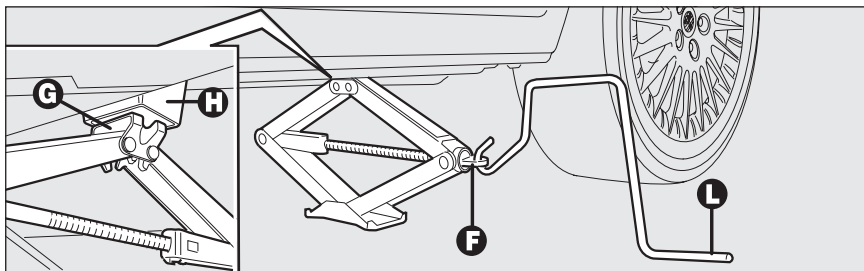

fig. 9
- azionare il dispositivo **F-fig. 9** in modo da distendere il cric, sin quando la parte superiore del cric **G** si inserisce correttamente all'interno del dispositivo di ritenuta **H**;
- inserire la manovella **L-fig. 9** per permettere l'azionamento del cric e sollevare la vettura, sino a quando la ruota si alza da terra di alcuni centimetri;